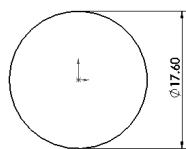

图 3-2 绘制草图
- (1) 执行【新建】/【零件】/【确定】命令，新建一个零件文件。
- (2) 在前视基准面上绘制草图 $\phi 17.6$ 的圆，如图 3-2 所示。
- (3) 单击【特征】工具栏上的【拉伸凸台/基体】按钮 ，打开【凸台-拉伸】对话框。